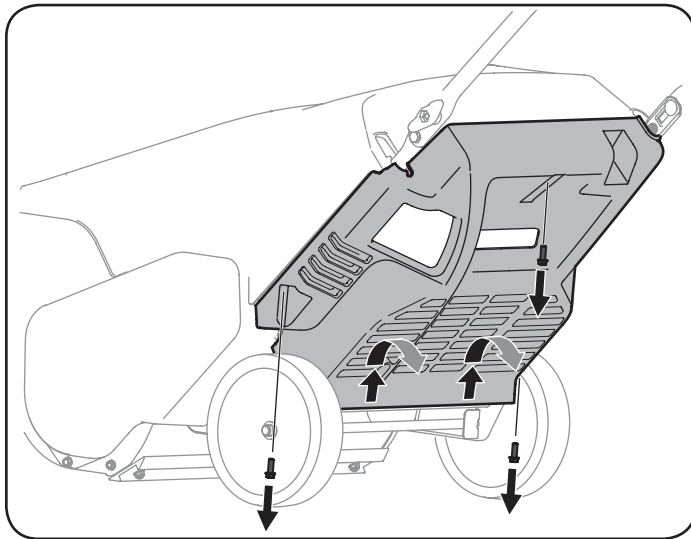

Figura 7
2. Retire los tres tornillos que sujetan el panel inferior en el modelo 247.887802*. Quite el panel inferior levantando en el panel para liberar las pestañas en la parte inferior del panel de las ranuras de la ficha y luego retirarse. Vea la Figura 7.